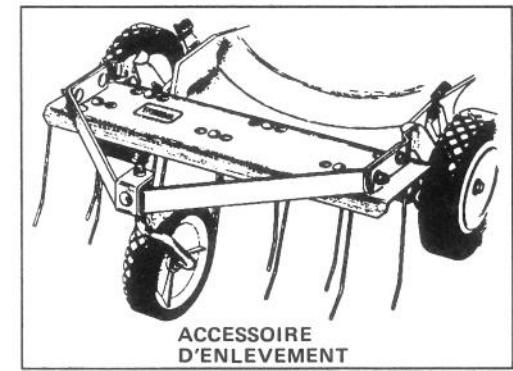

Figure 33
2. Kit de déchaumeuse, modèle N° 59131—Se monte en quelques minutes. Se fixe à l'avant pour permettre une bonne manœuvrabilité. Les fourchons à ressort soulèvent le chaume que est alors aisément aspiré dans le sac à herbe (Fig. 33) et peut être jeté facilement.